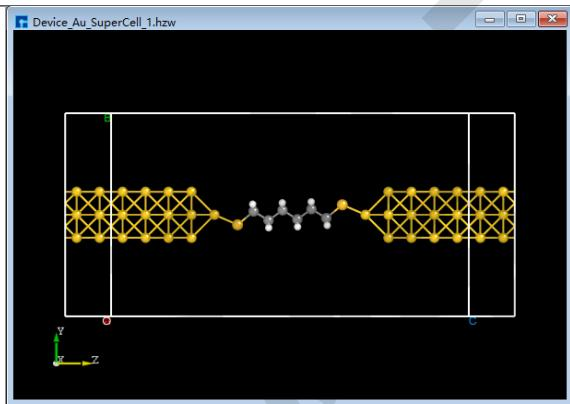
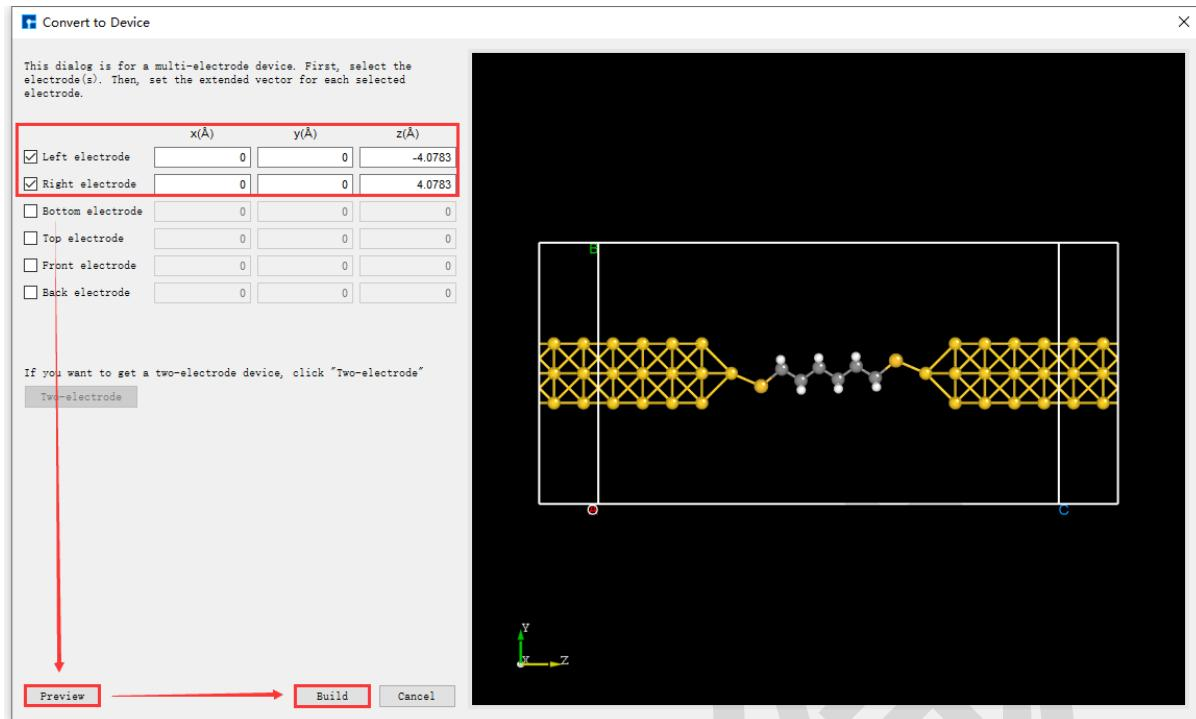

图 5.59: (e)
图 5.61: Convert to Device 界面
(3) 点击 *Convert to Device* 快捷图标，弹出 *Convert to Device* 界面如 图 5.61 所示，分别勾选界面中的红色框部分，点击 *Preview* 在界面右侧预览搭建的两端口器件结构，点击 *Build* 则搭建好的两端口器件结构 *Device_Au_SuperCell_1.hzw* 如 图 5.59 (e) 所示。